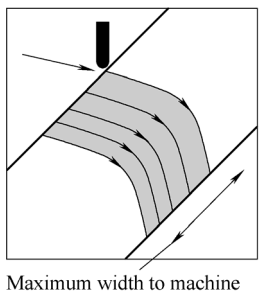

图 2-116 “Maximum width to machine” 示意图
- “Maximum width to machine”：设置从引导线开始的加工区域宽度，如图 2-116 所示。